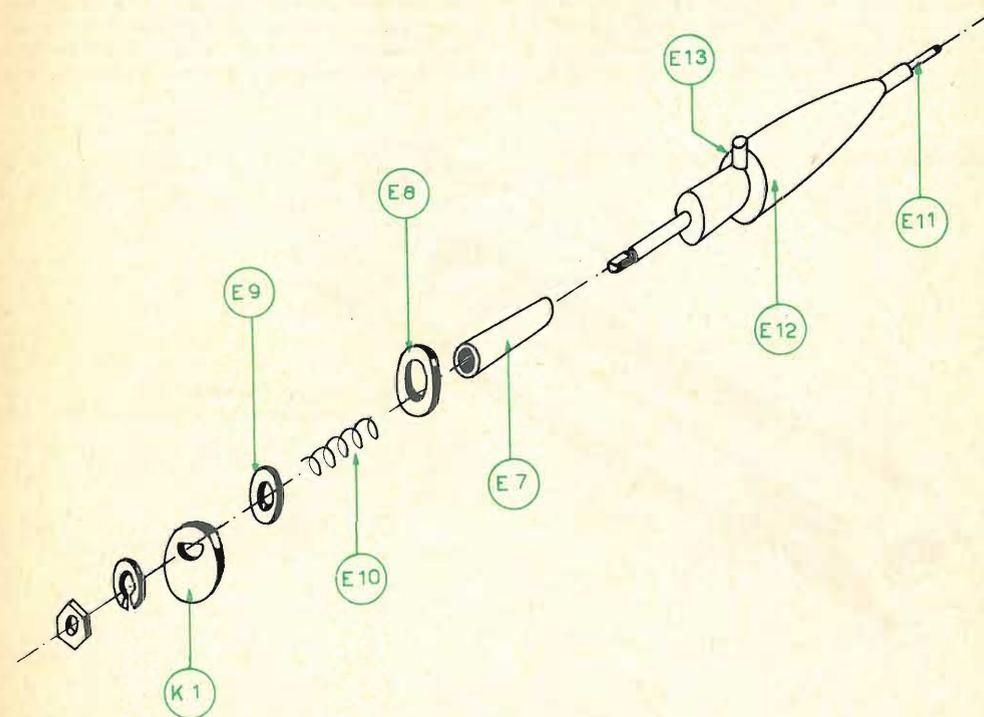

Fig. 8 - Montaggio dei componenti il puntale UNI-PROBE.
1) Far scivolare il tubetto isolante di piccolo diametro E7, sul tondino che sporge all'indietro del puntale, secondo la fig. 8.